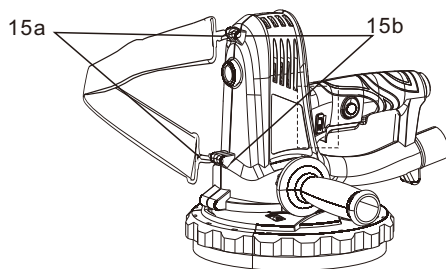

Fig. 6
- > Enganche ambos ganchos (15a) a las dos anillas de soporte de la carcasa (15b) tal y como se muestra (Fig. 6).
- > Ajuste la longitud del arnés (15) de modo que le permita transportar el producto de forma apropiada en uno de sus hombros.